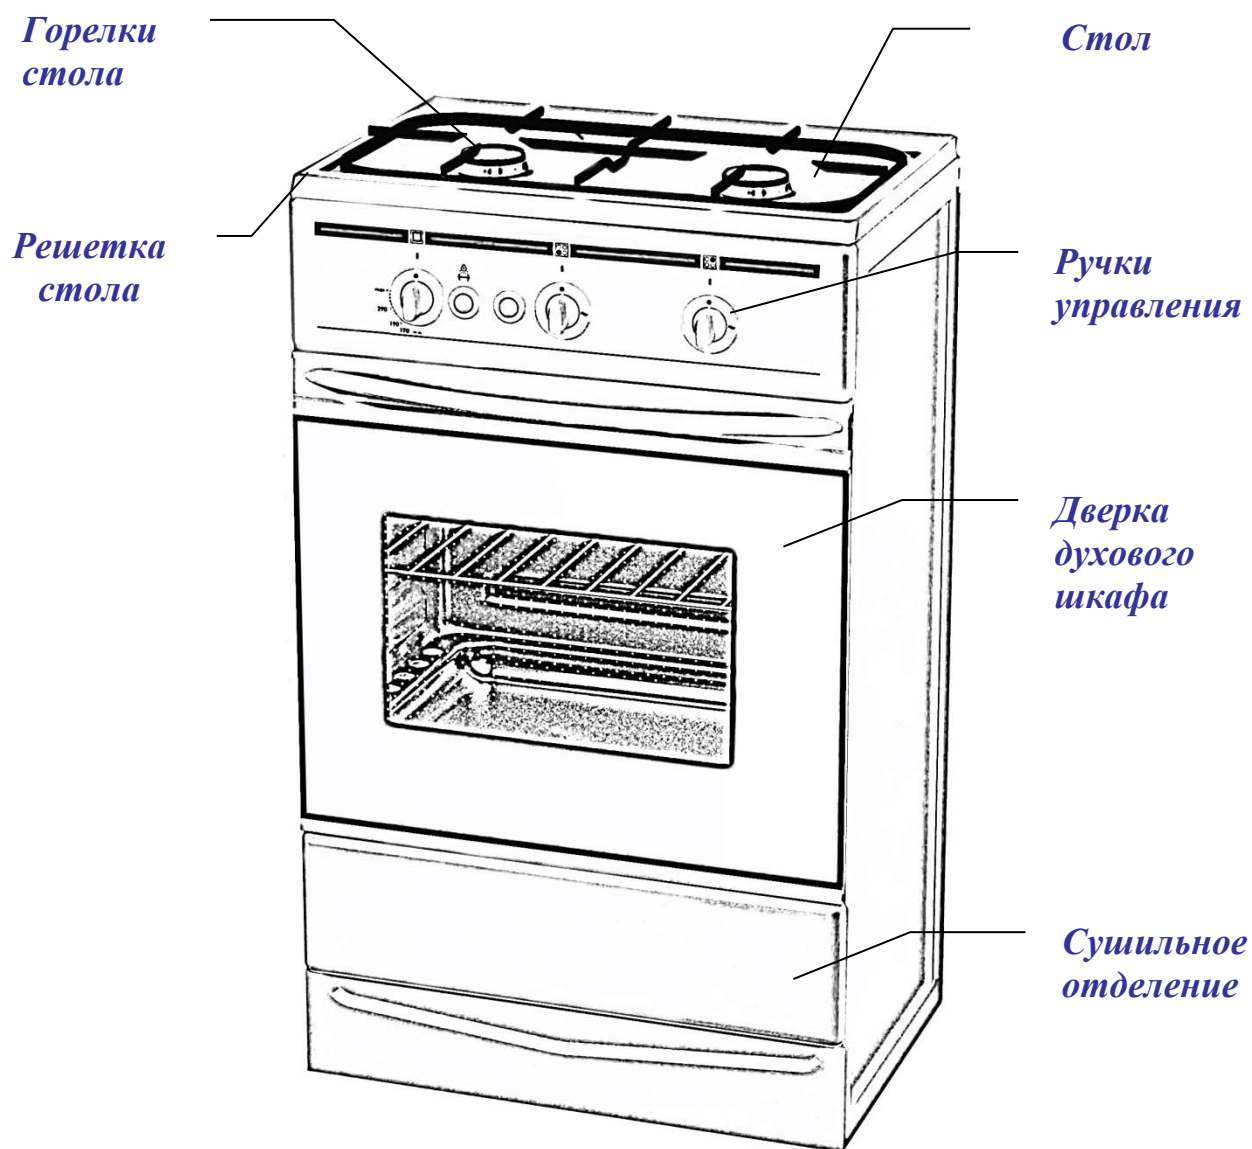

Рис. 2
5.1. Плита выполнена в виде тумбы (рис. 2), в которую встроены духовка и хозяйственное отделение для хранения принадлежностей духовки.